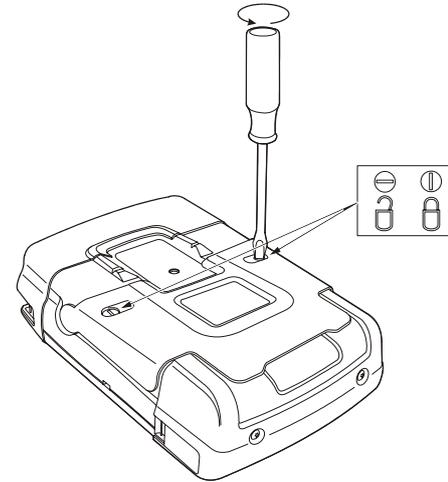

Figura 48 . Desbloqueo de la tapa de la batería
3. Desbloquee la tapa de la batería (Figura 48).